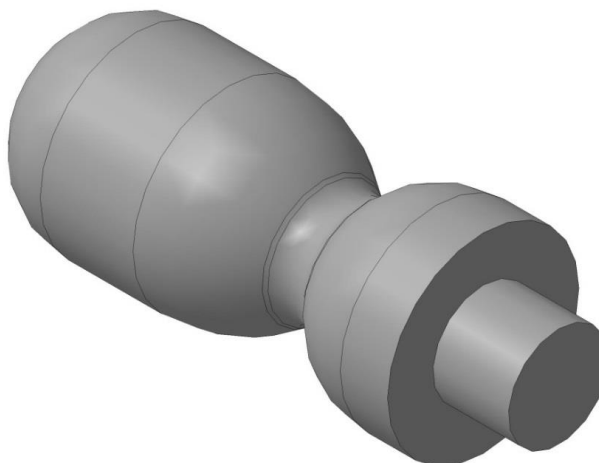

Рис. 1. *Ручка для напильника*
1. По указанным данным, сделайте модель ручки для напильника (Рис.1).